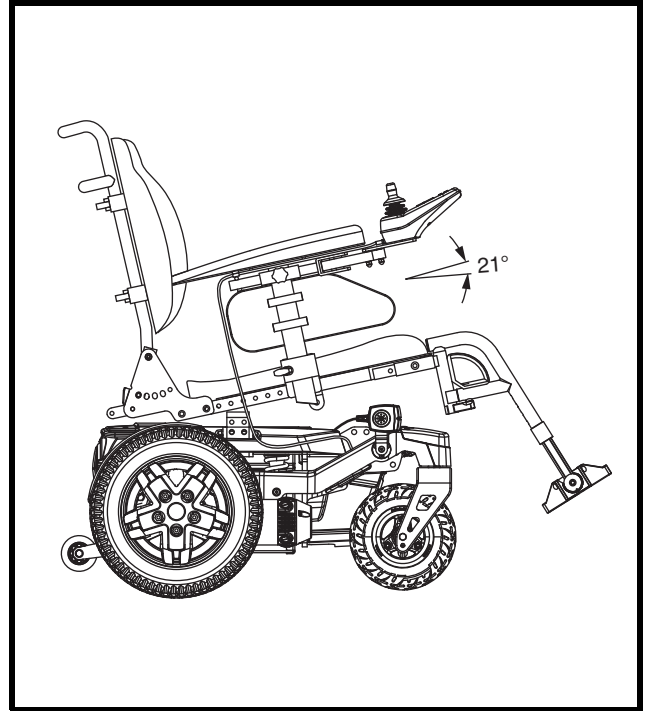

Figure 14. Réglage de l'angle (bascule) du siège
2. Retirez le boulon de réglage du siège. **Voir la figure 14.**